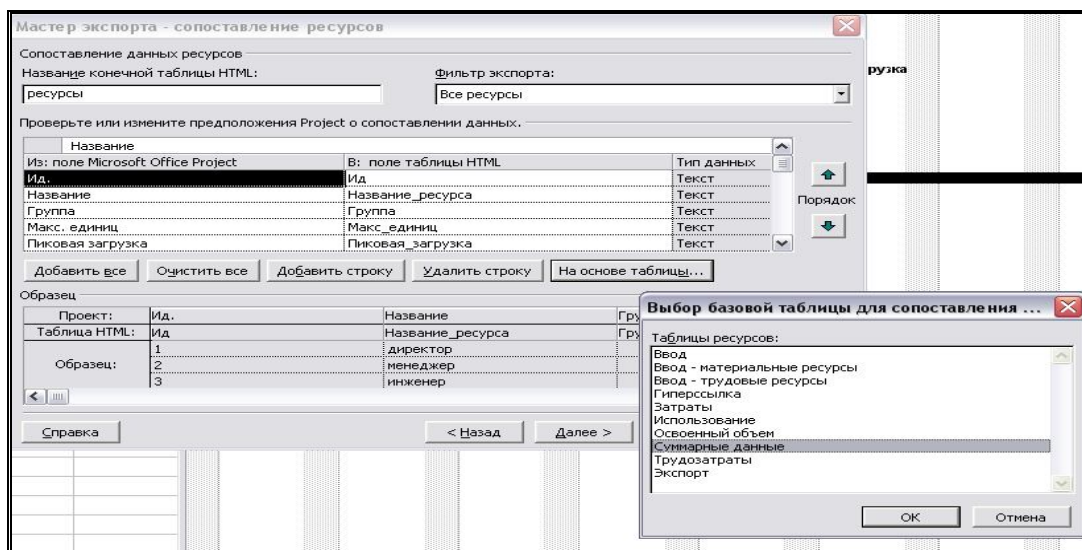

Рис. 40. Выбор таблицы для сопоставления ресурсов
5. В диалоговом окне «Мастер экспорта – сопоставление ресурсов» также необходимо назвать новую таблицу (например, ресурсы) и выбрать для экспорта данные о ресурсах. Через кнопку «На основе таблицы», выбрать таблицу «Суммарные данные» рисунок 40. При сопоставлении полей удалить, например,